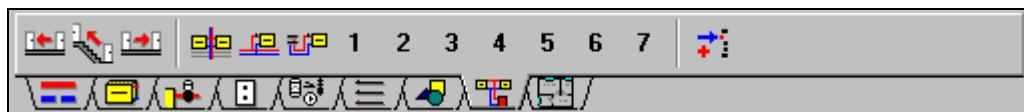

Рис. 5.31. Закладка Размножение и блоки
1. на панели функции рисования необходимо выбрать закладку **Размножение и блоки**  (Рис. 5.31), а затем кнопку **Традиционный этажстояк**